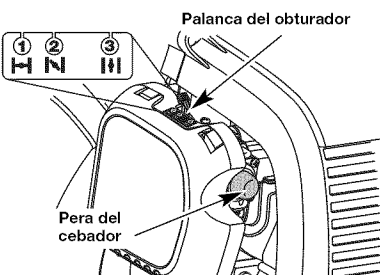
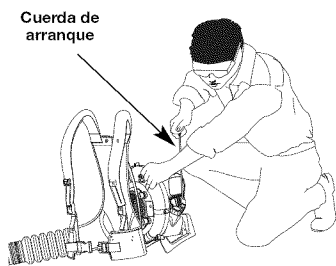

Fig. 13
Fig. 14
ADVERTENCIA: Evite los arranques accidentales. Colóquese en posición de inicio cuando tire de la cuerda de arranque (Fig. 14). El operador y la unidad deben estar en una posición estable al arrancar la unidad para evitar graves lesiones personales. Para evitar lesiones personales graves, asegúrese de que los tubos de la sopladora estén colocados antes de hacer funcionar la unidad.
- Oprima completamente el cebador y suéltelo 10 veces. Hágalo lentamente. Se deberá ver un poco de combustible en el cebador y en las tuberías de alimentación de combustible (Fig. 13). Si no puede ver el combustible en el cebador, oprímalo y suéltelo tantas veces como sea necesario hasta que vea combustible en el mismo.
- Coloque la palanca del obturador en **Posición 1** (Fig. 13).
- Colóquese en la posición de arranque (Fig. 14). No exprima el control de válvula reguladora. Tire de la cuerda de arranque **5** veces en un movimiento controlado.
- Coloque la palanca del obturador en la **Posición 2** (Fig. 13).
- Continuar oprime el gatillo.** Mover la palanca del obturador a la **Posición 3** (Fig. 14) y continuar el calentamiento del motor por un periodo adicional de 60 segundos. Durante este tiempo la unidad puede ser utilizada.
- Oprima y mantenga oprimido el Control de encendido y apagado en la posición APAGADO (O) hasta que el motor se detenga por completo (Fig. 13).
- Colóquese en la posición de arranque (Fig. 14). No exprima el control de válvula reguladora. Ponga el arranque eléctrico o el pedacito de comienzo de la energía en la parte posterior de la unidad. Refiera a la sección de la operación del manual del operador del arranque eléctrico o del pedacito de comienzo de la energía.
- Presione y sostenga el arranque eléctrico o perfore ARRANQUE (I) el botón por 2 segundos.
- Coloque la palanca del obturador en **Posición 2** (Fig. 13).
- Presione y sostenga el arranque eléctrico o perfore ARRANQUE (I) el botón para 2 segundos intervalos hasta que la unidad comience.
- Mantenga apretado el control del regulador, ponga la palanca del obturador en la **Posición 3** (Fig. 13) y haga funcionar la unidad durante 60 segundos más. La unidad se puede usar durante este paso.